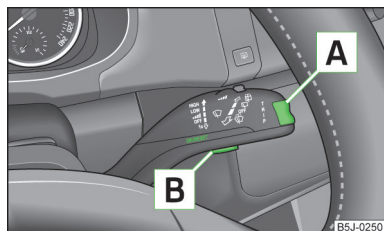

Fig. 6
La commutazione delle memorie si effettua con il tasto » fig. 6 a pagina 13 sulla leva del tergicristallo.
Il tasto basculante **A** » fig. 6 ed il tasto **B** sono disposti sulla leva del tergicristallo.
» Toccare il tasto **B** » fig. 6
» Premere brevemente il tasto basculante **A** » fig. 6 verso l'alto o verso il basso. In questo modo si attiveranno l'una dopo l'altra le singole funzioni del display multifunzione.
- » Tenere premuto a lungo il tasto **B** » fig. 6.
Sul display compare il tempo trascorso al volante dall'ultima cancellazione della memoria. Se si desidera misurare il tempo al volante a partire da un preciso momento, in tale momento occorre azzerare la memoria, premendo il tasto **B** » fig. 6 a pagina 13.
Se si intende misurare il consumo di carburante medio per un determinato periodo di tempo, occorre prima azzerare la memoria premendo il tasto **[B]** sulla leva del tergicristallo » fig. 6 a pagina 13. Dopo aver cancellato la memoria, per i primi 300 metri sul display non sarà visualizzato alcun valore.
Sul display compare la distanza percorsa dall'ultima cancellazione della memoria.» pagina 12 Se si desidera misurare la distanza già percorsa a partire da un preciso momento, in tale momento occorre azzerare la memoria, premendo il tasto **[B]** » fig. 6 a pagina 13.
Nel display sarà visualizzato il consumo medio di carburante in l/100 km» pagina 12 a partire dall'ultimo azzeramento della memoria. Se si intende misurare la velocità media per un determinato periodo di tempo, occorre azzerare previamente la memoria premendo il tasto **[B]** » fig. 6 a pagina 13.
- Con il tasto **[A]** » fig. 6 a pagina 13, selezionare la voce di menù **Avviso v.**
- Con il tasto **[A]** » **fig. 6** a pagina 13, selezionare la voce di menù **Avviso v.**